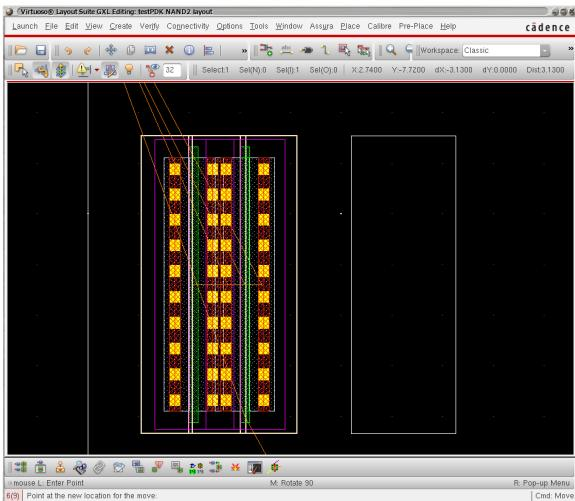

図 33: PMOS トランジスタを Move して近づける
- 図 33 に示すように、右側の PMOS レイアウトを Move コマンドで水平に移動し、左側の PMOS レイアウトに近づける。